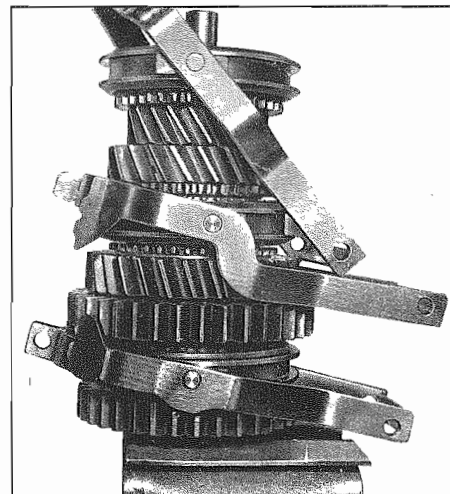

Fig. 39 - Forcelle di comando
- Fissare con grasso i cursori (605 e 610) nei fori delle forcelle di comando (604 e 609). Inserire le forcelle di comando nei corrispondenti manicotti sincronizzatori (Fig. 39). Guardando in direzione di marcia, tutte le tacche saldate devono essere a destra e la forcella a gomito al centro.
- Glue slide pieces (605 and 610) with grease into bores of shift forks (604 and 609). Place shift forks into pertinent sliding sleeves (Fig. 39). Seen in driving direction, the welded-on detent washers should be at the right and the offset fork in the center.